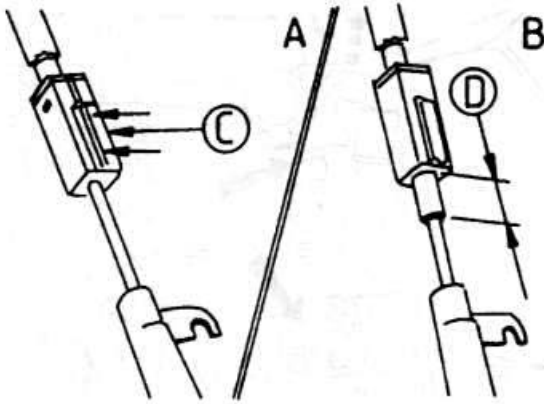

Рис. 3.55
- ◆ Вставьте красную планку для того, чтобы разблокировать устройства автоматической регулировки. С троса полностью снимется напряжение и будет слышен легкий стук (рис. 3.55).
- ◆ Автоматической регулировочное устройство перемещается со слышимым стуком не менее, чем на 2 зубчика и не более, чем на 13 зубчиков (рис. 3.55).